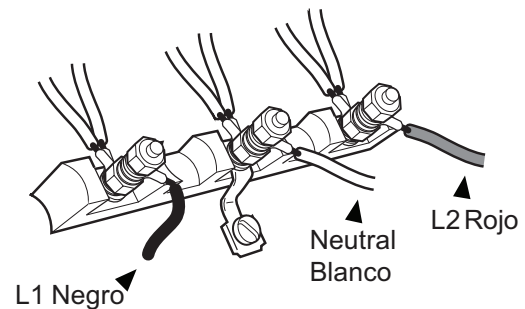

Figura 13: Conexión de hilo
Se debe meter el cableado para la unidad a la caja de conexiones a través del conducto. Los extremos de los cables deben tener fijadas lengüetas cerradas de ¼", de preferencia que estén soldadas en su lugar. Realice las conexiones al bloque de terminales incluido. Fije el cable de tierra a la caja de conexiones con el tornillo previamente usado para fijar la tira de conexión a tierra. Consulte la Figura 13 Se debe conectar el extremo libre del conducto a una caja de conexiones proporcionada en la zona de suministro eléctrico y de gas, como se muestra en la Figura 3a en la página 8.
2. Fije el cable neutral de tierra del circuito de alimentación a la borna central del bloque de terminales con una tuerca. (vea Figura 13).